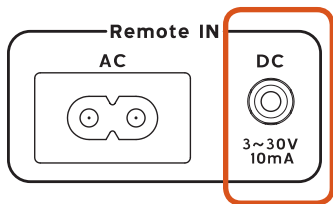

Figure 3a
- A. Branchez le câble de commande CC à distance (inclus) dans la prise étiquetée « DC IN » sur le panneau arrière de la console d'alimentation. (Fig. 3a)